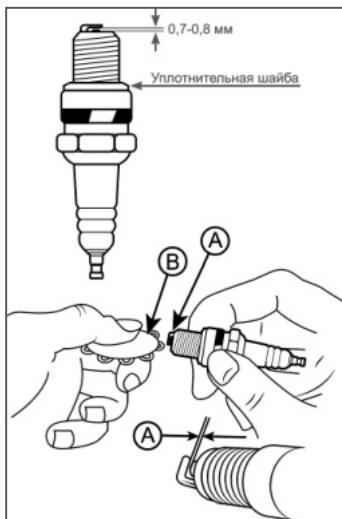

Рис. 15 Обслуживание свечи зажигания
4. Измерьте зазор А между электродами свечи зажигания специальным щупом В (Рис. 15). Зазор должен быть 0,6–0,7 мм. При увеличении или уменьшении требуемого зазора рекомендуется заменить свечу, так как регулировка зазора может привести к изменению качества искрообразования.